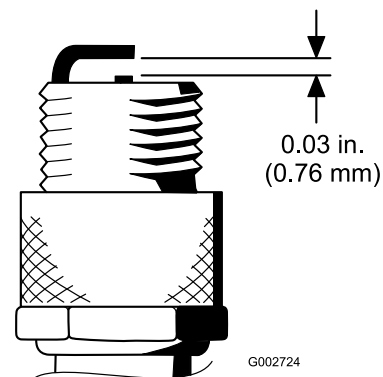

Bild 49
- Stellen Sie den Abstand zwischen der mittleren und seitlichen Elektrode auf 0,76 mm ein (Bild 49).